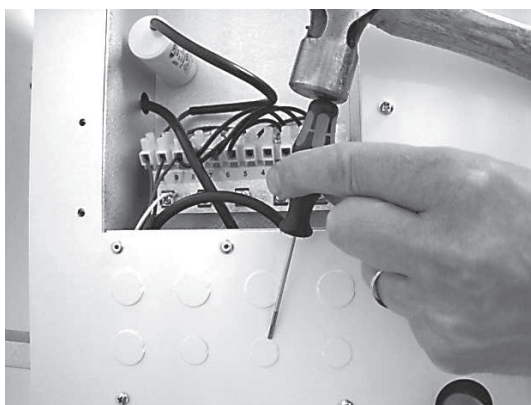
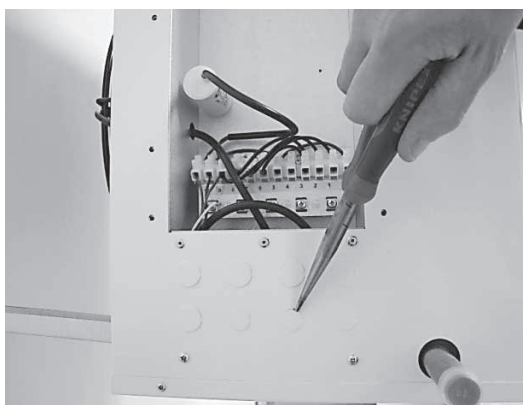

Bild 25
Bild 26
6. Tag bort det antal kabelintag som behövs för installationen med hjälp av en spetsig skruvmejsel och hammare enl. bild 25. Bryt bort bricken med en tång enl. bild 26.